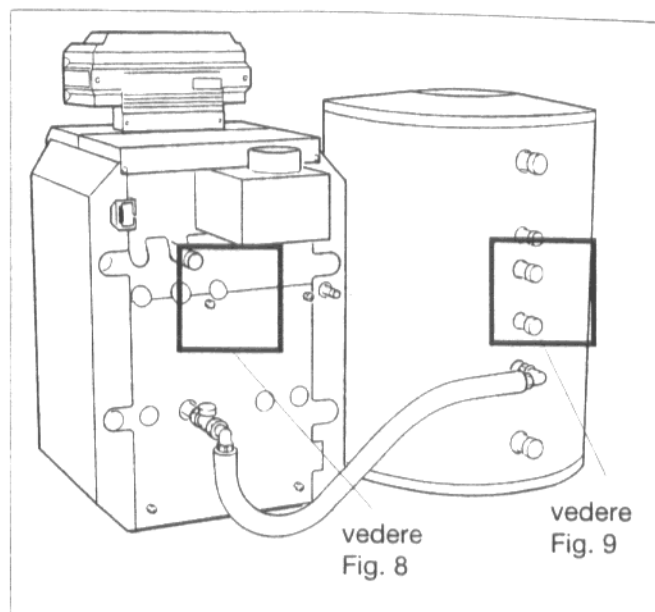

Fig. 7: Vista posteriore, attacco di ritorno montato
- Inserire l'anello torico nella scanalatura del nipplo doppio ed avvitare il nipplo doppio nella mandata accumulatore alla caldaia. (Fig. 7 e 8).
- Applicare la guarnizione piatta nel dado a risvolto di un raccordo a gomito ed avvitare forte il raccordo a gomito al nipplo doppio (Fig. 7 e 8).
- Applicare la guarnizione piatta nel secondo dado a risvolto del tubo metallico ondulato, preformare il tubo metallico ondulato ed avvitarlo al raccordo a gomito. (Fig. 7 e 8).
- Applicare la guarnizione piatta nel dado a risvolto di della prolunga ed avvitare forte la prolunga alla mandata accumulatore (Fig. 7 e 9).
- Applicare la guarnizione piatta nel dado a risvolto della valvola di ritegno ed avvitare forte la valvola a ritegno alla prolunga (Fig. 7 e 9).
- Applicare la guarnizione piatta per la pompa (Ø 44 x 28 x 2) nell'altro dado a risvolto della valvola di ritegno ed avvitare forte la pompa di carico dell'accumulatore alla valvola di ritegno con la direzione del flusso rivolta verso l'alto (Fig. 7 e 9).
- Applicare la seconda guarnizione piatta per la pompa (Ø 44 x 28 x 2) nel pezzo di riduzione ed avvitare forte il pezzo di riduzione al tronchetto di aspirazione della pompa di carico dell'accumulatore (Fig. 7 e 9).
- Applicare la guarnizione piatta nel dado a risvolto dell'ultimo raccordo a gomito ed avvitare forte il raccordo a gomito al pezzo di riduzione (Fig. 7 e 9).
- Applicare la guarnizione piatta nel secondo dado a risvolto del tubo metallico ondulato ed avvitare forte il tubo metallico ondulato al raccordo a gomito (Fig. 7 e 9).